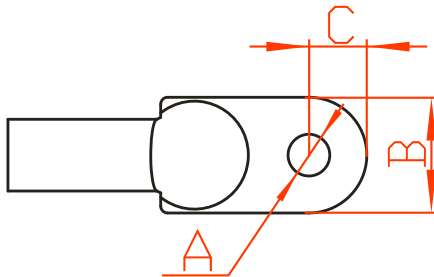

Figura 3-29 Requisiti delle dimensioni dei terminali
- Se l'uscita CA utilizza un filo di rame, si consiglia di utilizzare i terminali DT/OT (come illustrato in Figura 3-29). I requisiti di dimensione dei terminali sono: